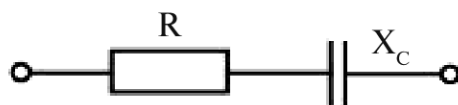

Рис. 11. Схема цепи
1. Составить схему цепи (рис. 11):